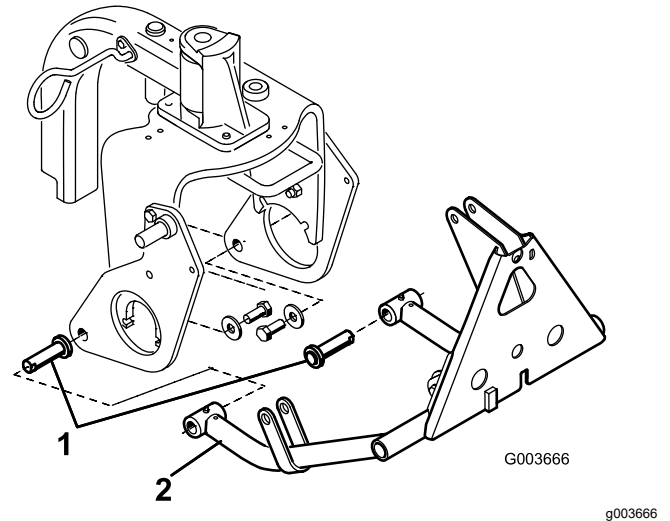

图 13
- 如图 13 所示将油缸销插入各推动臂管。
- 将推动臂管插入到左、右犁板上将油缸销导向架与犁板中的孔对齐图 13。
- 如图 13 所示用螺栓 5/8 x 1-1/2 英寸和垫圈外径 1.68 英寸 x 内径 0.65 英寸将油缸销分别安装到犁板上。